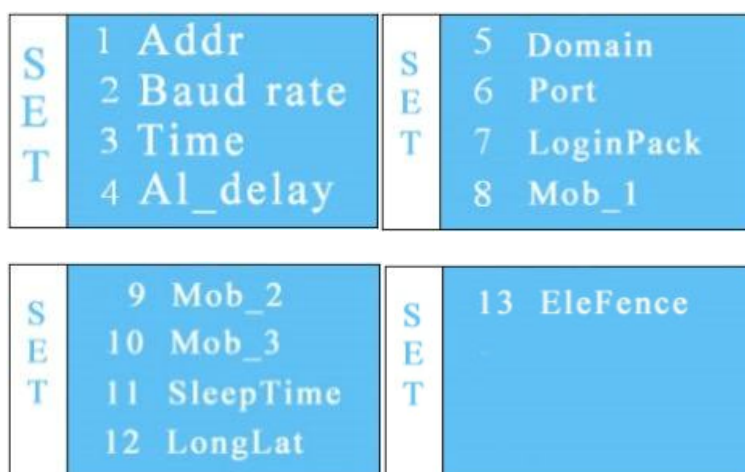

Рисунок 2.10. Подменю Sys.set
Есть 13 опций для Sys.set: Addr, Baud rate, Time, Al_delay, Domain, Port, Login Pack, Mob_1, Mob_2, Mob_3, SleepTime, LONT(L) and LAT(M), EleFence (Рис. 2.10.):